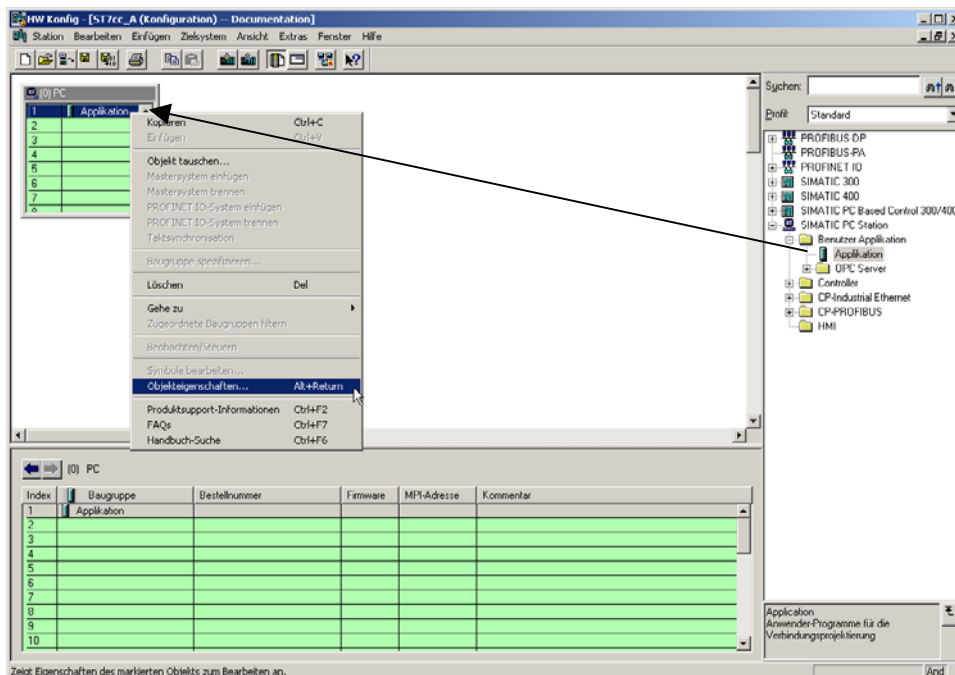

Bild 2-5 HW Konfig – Applikation bestücken und Objekteigenschaften öffnen
2. Wählen Sie im geöffneten Menü die Option *Objekteigenschaften...* (siehe Bild 2-5).